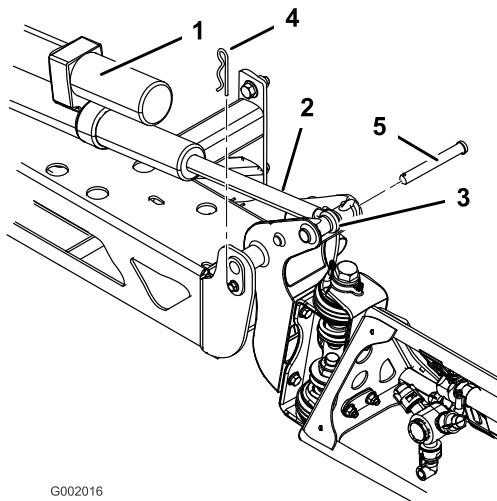

Bild 42
2. Nehmen Sie den Splint vom Gelenkstift ab (Bild 42).
durch das Gelenk des Spritzgestänges und die Aktuatorstange (Bild 42).